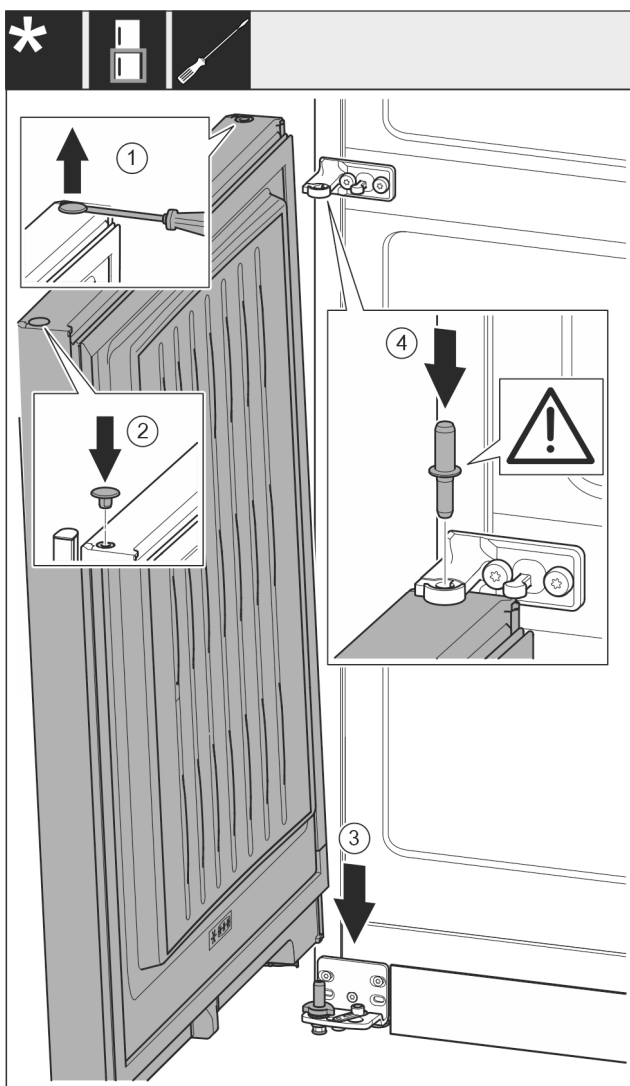

Fig. 23
- ▶ Løft pluggene Fig. 23 (1) forsiktig med en skrutrekker og trekk dem ut.
- ▶ Sett igjen inn pluggene Fig. 23 (2) på den andre dørsiden.
- ▶ Plasser døren Fig. 23 (3) på den nedre lagerbolten ovenfra.
- ▶ Settmidtre lagerbolt Fig. 23 (4) gjennom midtre lagerblokk inn i den nedre døren. Kontroller at låsekammen peker bakover.